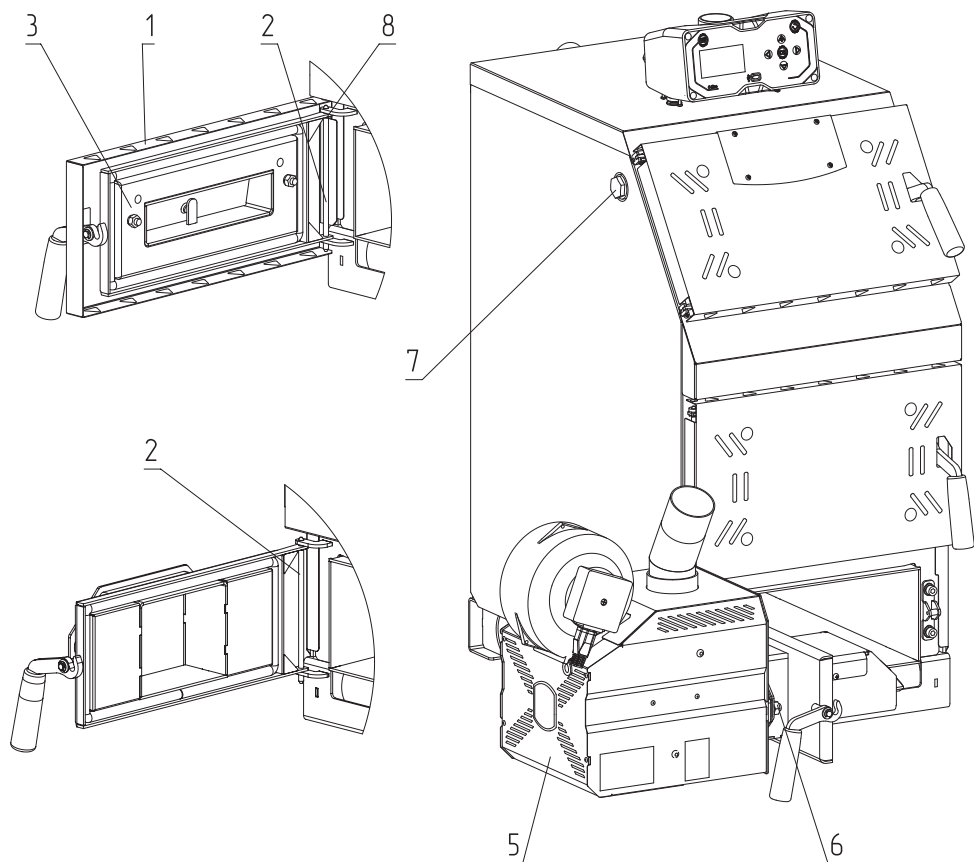

Рис. 11 Порядок установки горелки ZOTA «FOX» на твердотопливные котлы Master/Master X 14, 20; Тополь-М 14, 20, 30; Тополь-ВК 16, 22, 32
- Снимите обшивку дверцы (**Рис. 11, поз. 1**);
- Снимите стопорную шайбу (**Рис. 11, поз. 8**) (В котлах Master X обшивки и стопорной шайбы нет);
- Извлеките ось (**Рис. 11, поз. 2**);
- Снимите дверцу зольную (**Рис. 11, поз. 3**);
- Установите адаптер горелки (**Рис. 11, поз. 4**);
- Зафиксируйте его осью (**Рис. 11, поз. 2**);
- Установите горелку (**Рис. 11, поз. 5**) на котел;
- Зафиксируйте горелку гайками (**Рис. 11, поз. 6**);
- Для установки гильзы под датчик температуры и перегрева снимите пробку или тягорегулятор (если установлен) и установите гильзу (**Рис. 11, поз. 7**) в освободившееся отверстие.